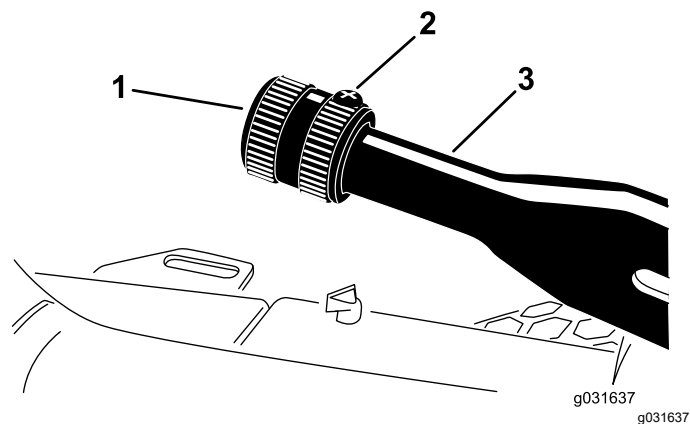

Рисунок 57
1. Ослабьте установочный винт, который крепит рукоятку к рычагу стояночного тормоза (Рисунок 57).